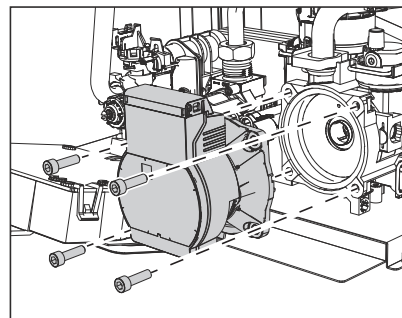

fig. 32
- Deșurubați și scoateți grupul motor al pompei de circulație (fig. 32).